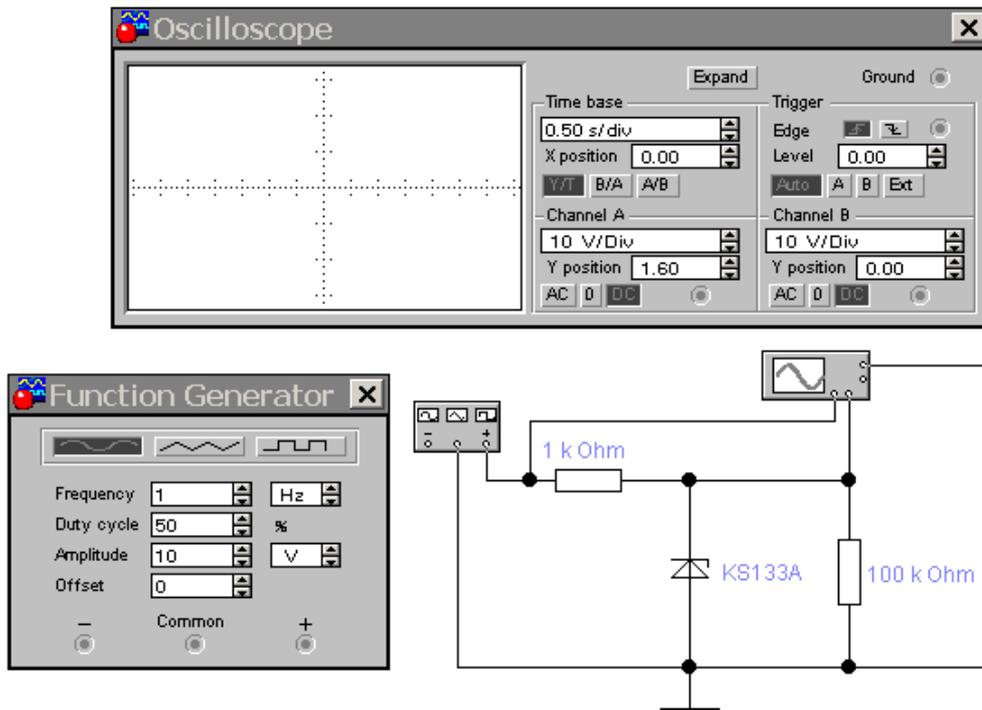

Рисунок 11.10 – Схема одностороннего ограничителя напряжения на основе стабилитрона
11.2.7 Открыть файл O3.ewb со схемой, приведенной на рис. 11.10.